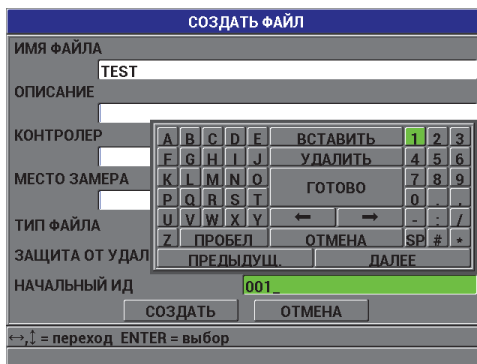

Рис. 7-3 Экран СОЗДАТЬ ФАЙЛ для инкрементного типа файла
3. Выберите **ИНКРЕМЕНТНЫЙ** в поле **ТИП ФАЙЛА** и введите значение **НАЧАЛЬНОГО ИД**. (см. Рис. 7-3 на стр. 120).